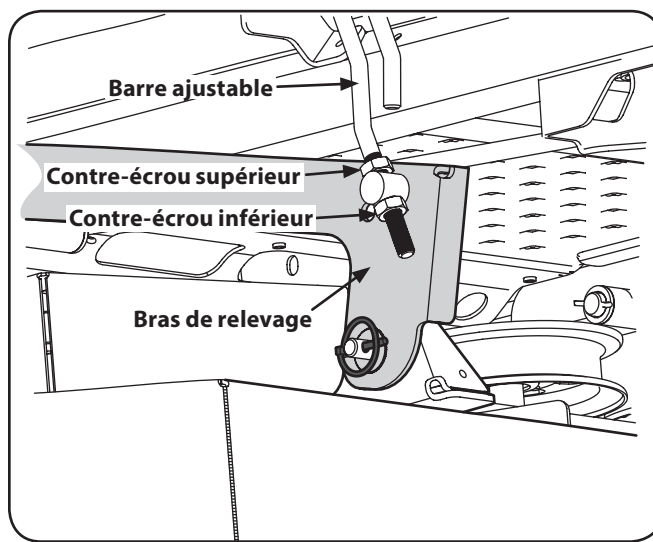

Figure 6-8
3. Desserrez le contre-écrou inférieur situé sur la barre ajustable qui est fixée au bras de relevage pour abaisser le plateau de coupe, puis serrez le contre-écrou supérieur pour fixer le plateau de coupe. Desserrez le contre-écrou supérieur et serrez le contre-écrou inférieur pour fixer le plateau de coupe. Voir Figure 6-8.